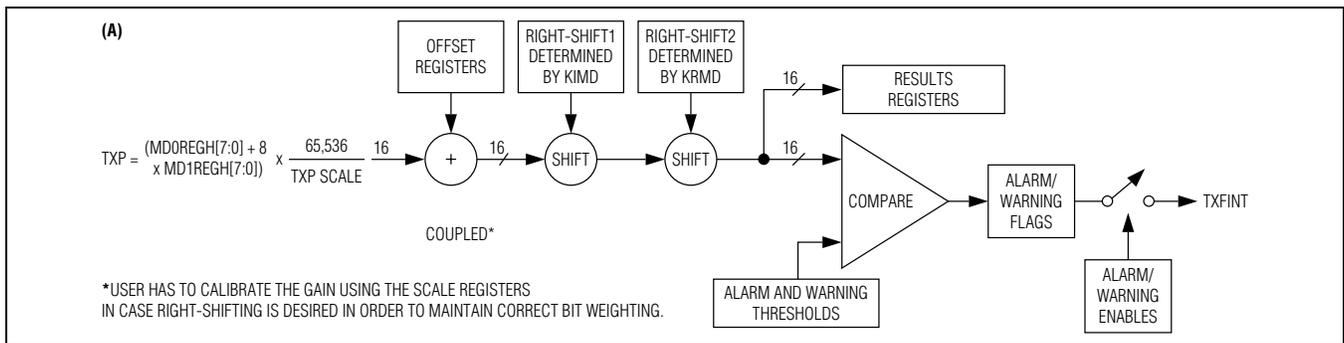

图1a. 当表02h, 寄存器89h中BURST_MODE = 1时, ADC通道仅用于TXP
*参见 图1a, 1b
DS1886监测五路ADC通道。该监测功能配合报警使能(A2h表01h/05h),可确定DS1886何时/是否关断MAX3710 DAC以及触发TXFOUT和TXDOUT输出。所有监测电平和中断屏蔽均可通过用户编程。请参见图1a。
然后将TXP右移(图1a)。